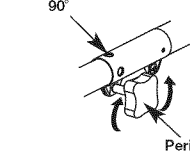

Fig. 6
3. Gire la perilla en sentido horario para ajustarla (Fig. 6).
Para recortar bordes mientras usa el accesorio de corte de cabeza de línea con modelos EZ-Link™, trabe el botón de desconexión en el orificio lateral de 90° (Fig. 6).
1. Gire la perilla en sentido antihorario para aflojarla (Fig. 6).